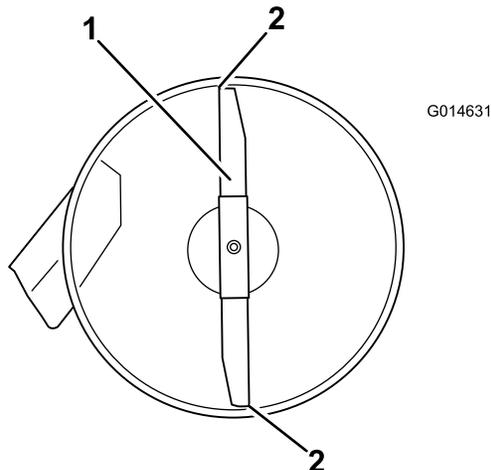

Bild 53
4. Drehen Sie die Messer vorsichtig, sodass sie in Längsrichtung zeigen (Bild 53).
5. Messen Sie zwischen der Messerspitze vorne und hinten und der ebenen Fläche (Bild 53). Stellen Sie die vordere Sicherungsmutter ein, wenn die vordere Schnittmesserspitze nicht um 1,6–7,9 mm tiefer liegt als die hintere.
8. Prüfen Sie noch einmal die Neigung in Längsrichtung. Stellen Sie die Mutter ein, bis die vordere Schnittmesserspitze um 1,6–7,9 mm tiefer liegt als die hintere Spitze (Bild 53).